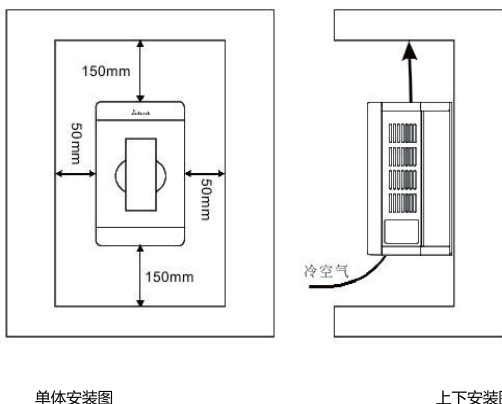

图 3-1 TC280 变频器安装示意图
是并排安装。在需要上下安装场合，请参考图 3-1 的示意，安装隔热导流板。
- 2) 安装空间遵照图 3-1 所示，保证变频器的散热空间。但布置时请考虑柜内其它器件的散热情况。